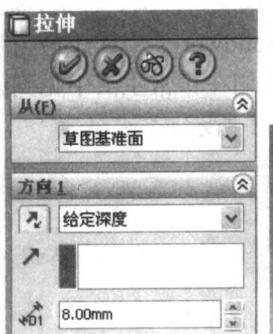

图1-4 “拉伸”属性管理器和拉伸效果
(4) 单击特征工具栏中的“拉伸”工具按钮()，打开“拉伸”属性管理器，将深度()设置为8mm，然后单击“确定”按钮()，生成拉伸效果，如图1-4所示。